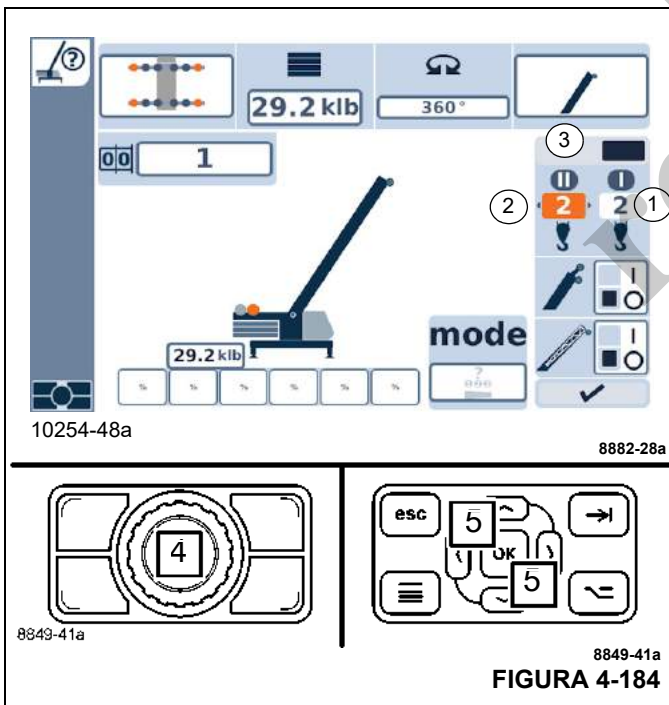

FIGURA 4-184
- Posicione a barra deslizante (3, Figura 4-184) sobre a parte superior do guincho a ser utilizado. O exemplo de imagem de tela na Figura 4-184 mostra que o Guincho principal está selecionado.
- Use os botões (4, Figura 4-184) ou (5) para selecionar a amarração montada.